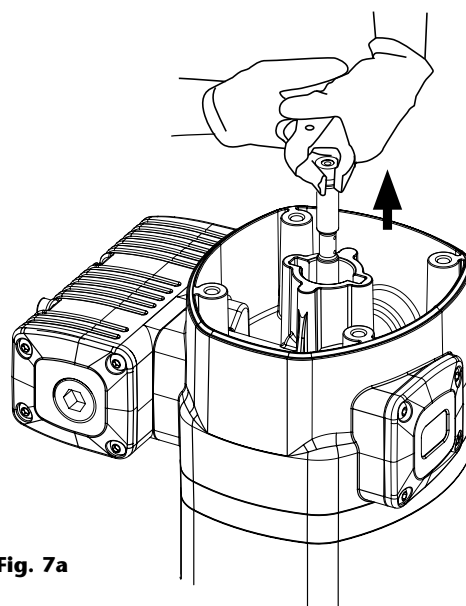

Fig. 7a
1. Dévisser les quatre vis (2) et retirer le couvercle (3).
2. Dévisser le bouchon de l'inverseur (4).
3. Avec une pince manuelle sur la douille de serrage (5), tirer la tige (40) vers l'extérieur jusqu'à ce qu'apparaisse son évidement central (Fig. 7a). Puis, avec une autre pince manuelle, saisir la tige (40) sur l'évidement pour prévenir les dommages sur la surface pouvant entraîner des problèmes d'étanchéité, et dévisser l'écrou (5) (fig. 7b).
4. Enlever le joint (6) et la bague (7), puis utiliser les nouvelles lors du remontage.
5. Dévisser les quatre vis (55). Retirer le moteur (13) pour libérer la tête avec la bride (36).
6. Retirer le capuchon de l'inverseur (9). Remplacer les joints (8) et (10) de ce capuchon.
7. Dévisser les cinq vis (37) et séparer le corps de moteur (13) de la bride (36). Retirer la rondelle (32) et remplacer le joint (8).
8. Retirer le cylindre (50) en tenant soigneusement le piston (45). Remplacer le joint (44) du piston.
9. Remontage dans l'ordre inverse, Application frein filet sur les vis (37), la douille de serrage (5) et le bouchon de l'inverseur (4).